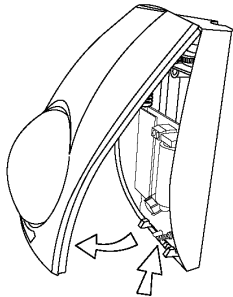
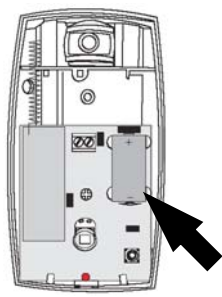
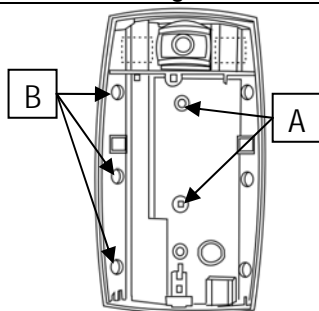
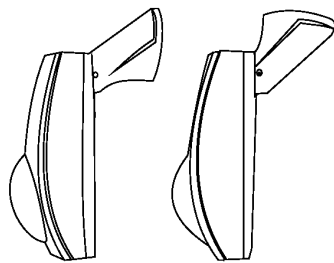

Fig. 1
Fig. 2
Fig. 3
Fig. 4
1) Ouvrir le capteur en appuyant sur la languette inférieure et en soulevant le couvercle conformément aux indications de la fig. 1. Introduire la pile (**uniquement au moment de l'apprentissage**) en respectant les polarités (fig.2). Pour l'acquisition et la configuration du capteur, consulter le Manuel d'installation du système WL30.
2) Fixer le capteur au mur à l'aide des prédispositions "A" de fig.3, ou celles "B" dans le cas de fixation angulaire. Une installation avec articulation en option - fig. 4 (cod. SP5900111)
1) Zum Öffnen des Kontakts auf den unteren Cliphebel drücken und den Deckel heben, wie es in Abb. 1 gezeigt wird. Batterie einlegen (**erst im Moment des erfassung**) auf richtige Polarität achten (Abb. 2). Zur Erfassung und Konfiguration des Kontakts die Anweisungen im Installationshandbuch des Systems WL30 beachten. 2) Den Sensor durch die Öffnungen „A“ von Abb. 3 oder mit „B“ bei einer Winkelanbringung an der Wand befestigen. Es ist außerdem eine Installation mit optionalem Gelenk möglich – Abb. 4 (Code SP5900111)